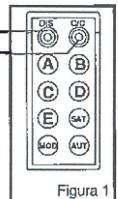

Figura 1
1. Los dos D.E.L. (diodos emisores de luz) se proporcionan para indicar el mal funcionamiento de un cambiamonedas o discriminador (Sírvase ver la Figura 1). Si se detecta una falla, parpadeará el D.E.L. apropiado. ¡En el estado de operación normal se conectan ambos D.E.L!